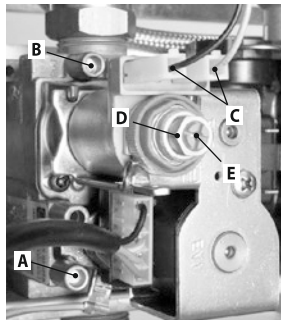

Рис. 7.1
Выключив котел (приведя его в нерабочее состояние), проверьте давление подачи газа при помощи отвода **A** (см. Рис. 7.1) и сравните считанное значение со значениями, приведенными в таблице «Давление газа на подаче» в разделах «Технические данные Federica 24 turbo» на с.11, «Технические данные Federica 28 turbo» на с.12 и «Технические данные Federica 32 turbo» на с.14.
Тщательно закройте отвод для замера давления **A** (Рис. 7.1).
Откройте отвод для замера давления «**B**» (Рис. 7.1) и подсоедините манометр.
Для калибровки давления в горелке необходимо поворачивать большую шестиугольную латунную гайку модулирующего устройства «**D**» (MAX) (рис. 7.1) (давление увеличивается при повороте по часовой стрелке).
• Чтобы калибровать давление в горелке, крутите пластиковый винт («**E**» (MIN) (Рис. 7.1), удерживая неподвижной большую шестиугольную латунную гайку («**D**» (MAX) (Рис. 7.1) модулирующего устройства (давление увеличивается при повороте по часовой стрелке).
• Восстановите подключение провода питания «**C**» модулирующего устройства (Рис. 7.1).
• Закройте отвод для замера давления «**B**» (Рис. 7.1).
- Откройте отвод для замера давления «**B**» (Рис. 7.1) и подсоедините манометр.